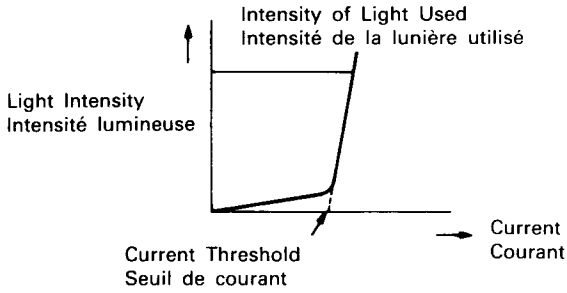

Fig. 10
**20. Things to Keep In Mind During Servicing (Fig. 10)****(1) Regarding the Semiconductor Laser**
Furthermore, the Current-Light Intensity Characteristic once a certain amperage threshold is exceeded, rises sharply (as can be seen in Fig. 10). This current threshold is slightly different for each laser unit. Consequently, during operations such as the replacement of the Unit Mechanism Assembly, when setting the intensity of the laser be sure to turn the Semi-variable Resistor VR901 as far to the right as it will go to set it off once, and then raise the current to the level which is specified.
## 20. Points importants lors de l'entretien (Fig. 10)
De plus, les caractéristiques d'intensité courant-lumière augmentent considérablement, une fois un certain seuil d'ampérage atteint (comme indiqué sur la Fig. 10). Ce seuil de courant varie légèrement selon l'unité laser. En conséquence, lors d'opérations telles que le remplacement de l'ensemble du mécanisme d'unité, au moment du réglage de l'intensité du laser, bien veiller à tourner la résistance semivariable VR901 à fond à droite, puis augmenter le courant au niveau spécifié.